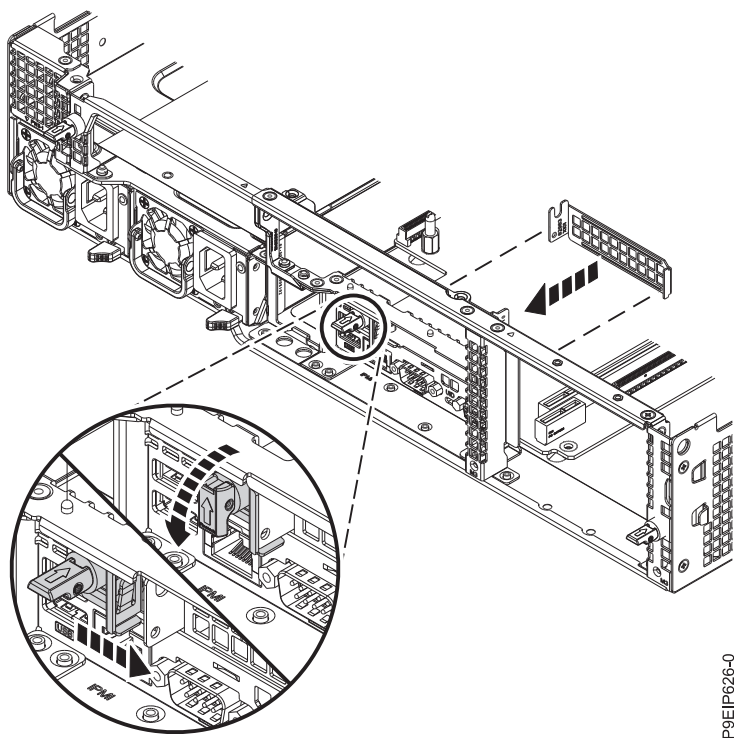

図 59. テール・ストック保持器具を閉位置にスライド
- e. 保持ドアをテール・ストックに当たるまでスライドさせて閉じ (98 ページの図 59 を参照)、保持ピンを再セットします。